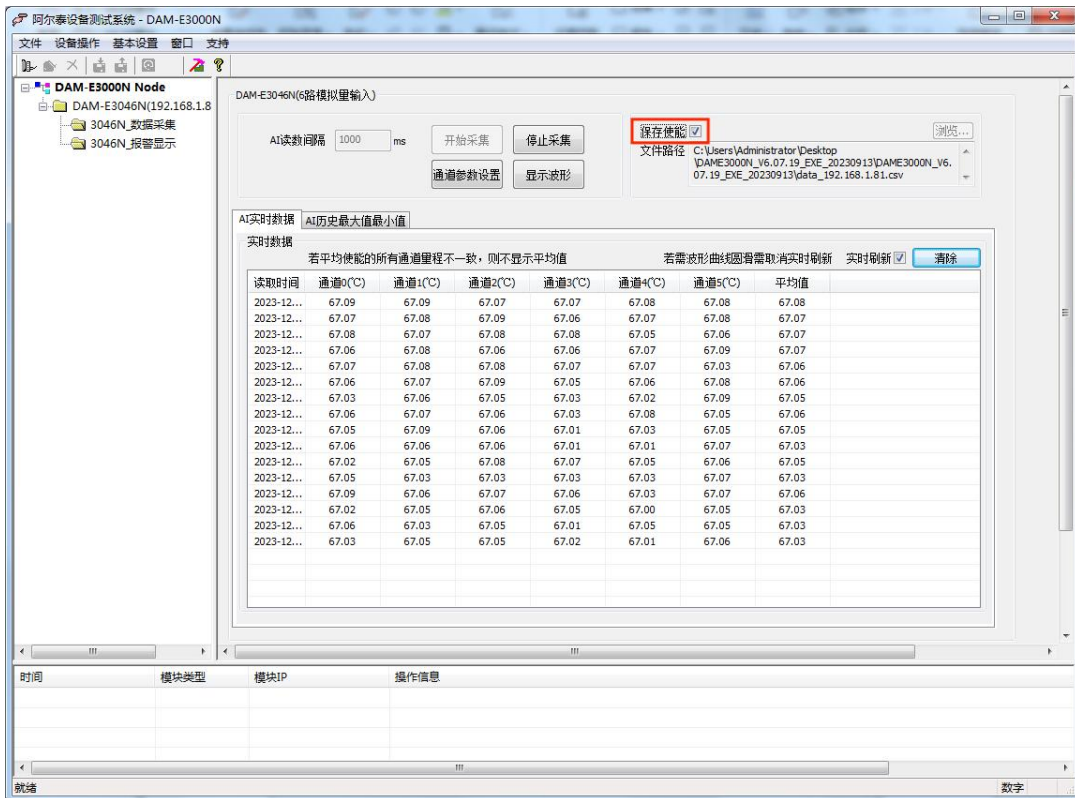

图 13
- 3) 连接上模块后，点击小加号选择数据采集，出现如下信息界面，点击通道参数按钮可完成配置，模块的 6 个通道可分别进行配置，可配置成不同的类型进行采样。默认的量程类型为 Pt100(-200℃~600℃)量程。通过勾选通道前的复选框可以关闭一些不用的通道，主界面点击“保存使能”可以将读取的数据保存下来，其效果见图 13。